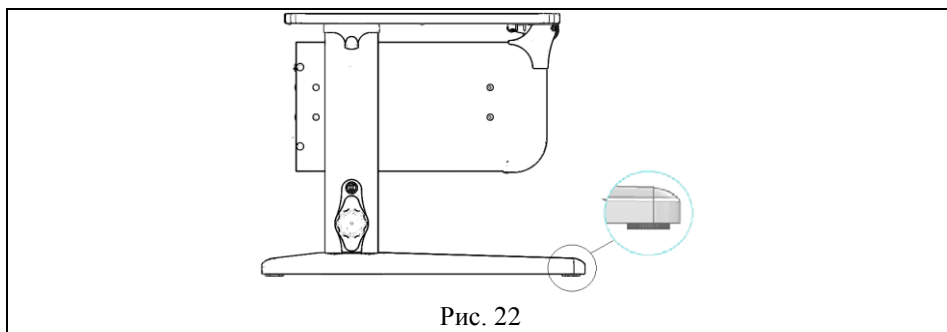

Рис. 22
7.1. Стол следует устанавливать на ровную горизонтальную поверхность, обеспечивающую опоры всех ножек. При необходимости отрегулировать стол ножками (см. рис. 22) до горизонтального положения столешницы.